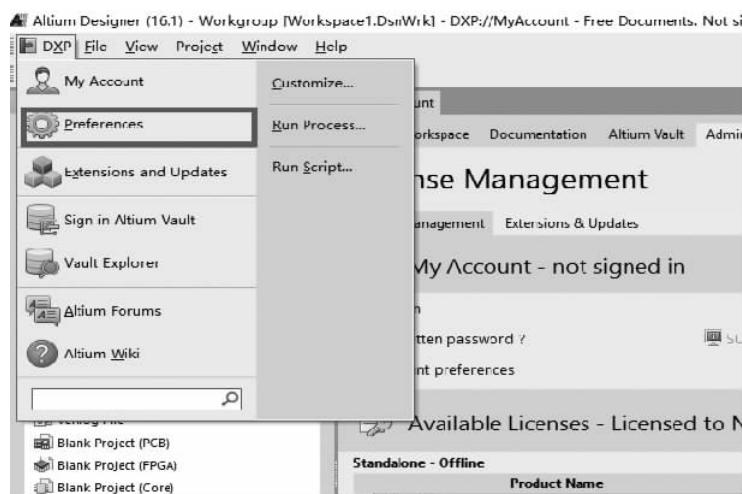

图 1-14 Altium Designer 16 启动对话框
(1)在如图 1-14 所示对话框中,执行“DXP”→“Preferences”(优先属性)命令。